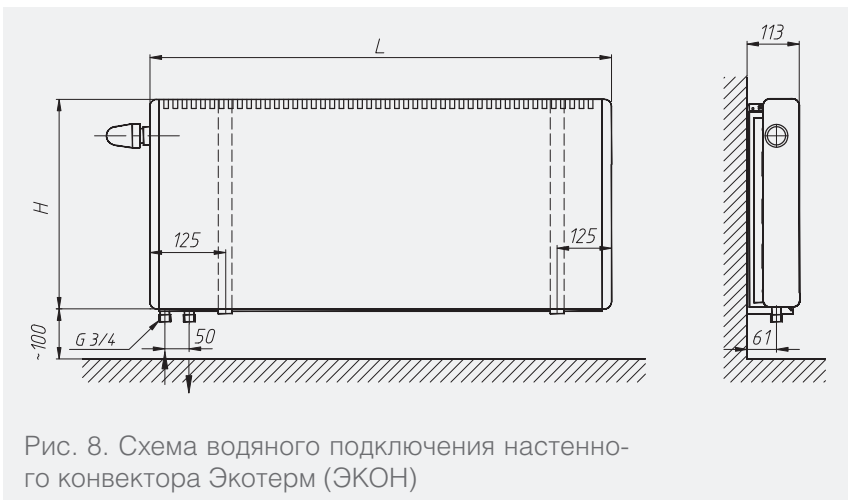

Рис. 8. Схема водяного подключения настенного конвектора Экотерм (ЭКОН)
**4.2.1.** Выполнить соединение конвектора с подводящим и отводящим трубопроводами системы отопления (рис. 8), используя комплект фитингов для соединения с уплотнением «сфера-конус».